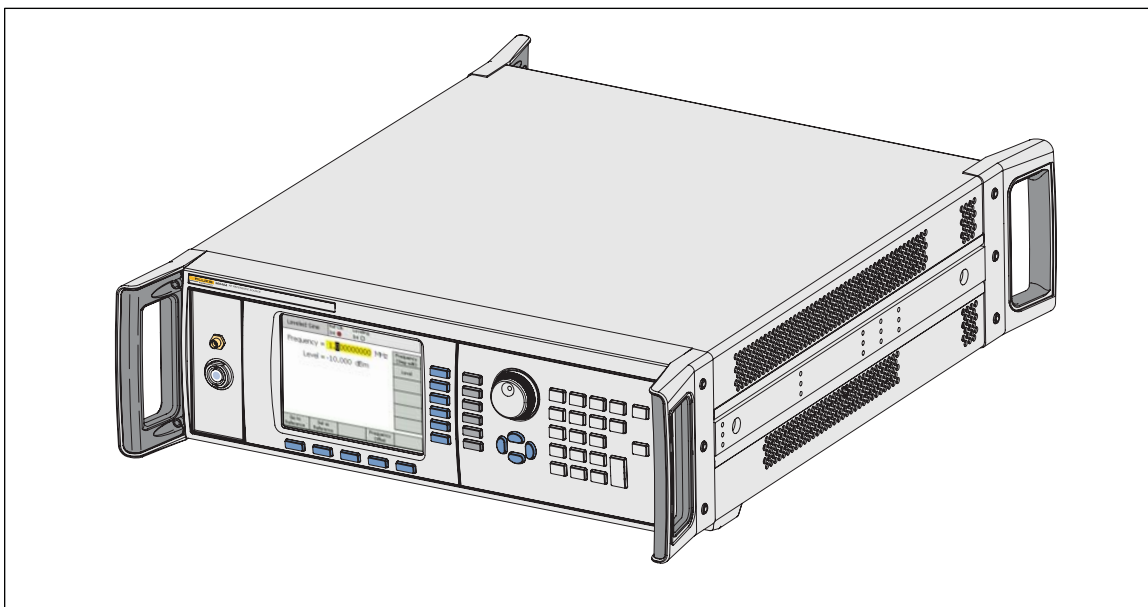
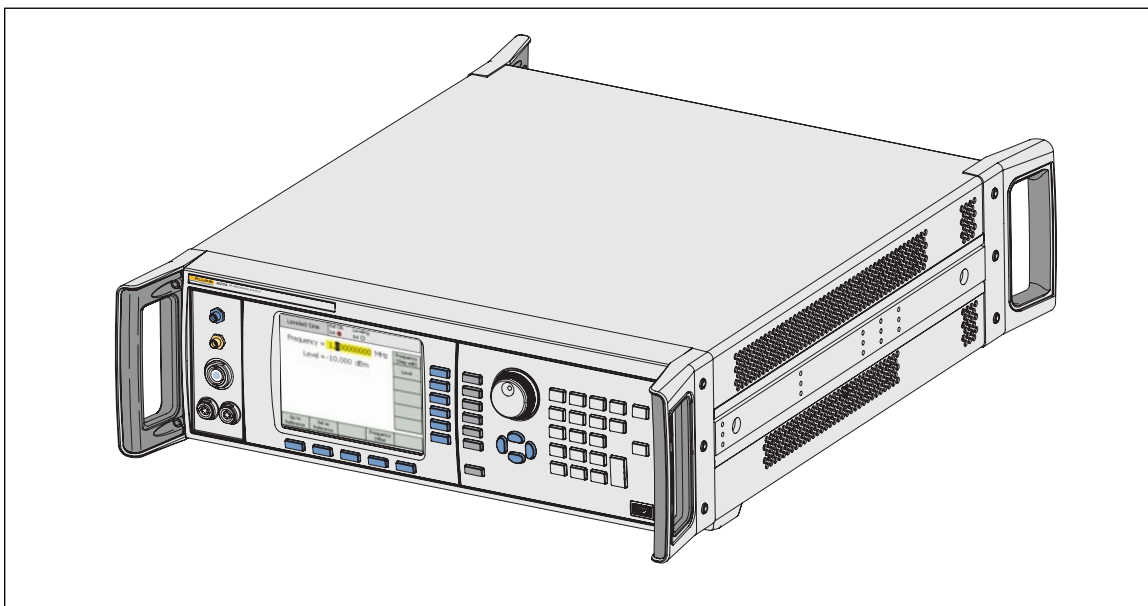

图 1-1.96040A RF Reference Source
图 1-2.96270A RF Reference Source
本仪器属于 RF Reference 仪器，用于生成和测量精密射频 (RF) 应用和微波应用所需的信号。96040A 型可以提供高达 4 GHz 的输出信号。请参阅图 1-1。96270A 可以提供高达 27 GHz 的输出信号，并具有集成功率计读数能力。请参阅图 1-2。两种型号的仪器都能利用可互换电平调节头传输 1 mHz~4 GHz 信号，确保了 50 Ω 和 75 Ω 两个系统具有独特的电平准确性、动态范围和频率范围的组合。96270A 型增添了 1 mHz ~ 27 GHz 的频率范围，可通过 50 Ω 微波输出端直接传输，或通过选装分配器与功率传感器的组合进行传输。在所有情况下，所选输出端向 UUT（被测设备）传输的实际信号电平在仪器的前面板或远程接口上直接设置和显示。